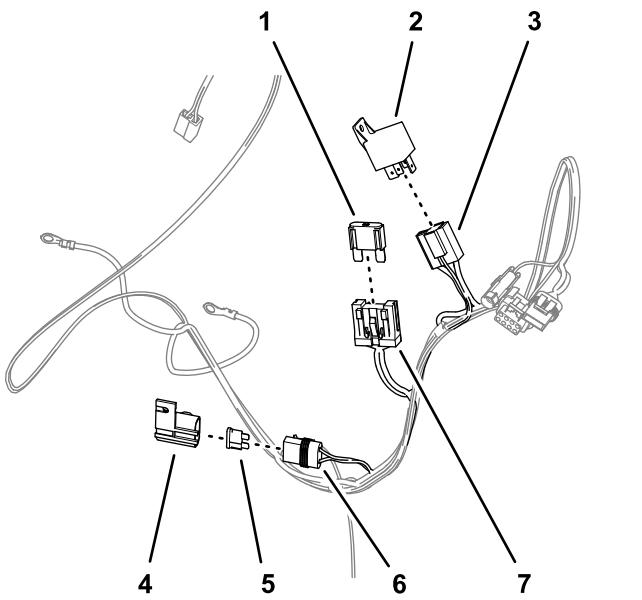

Figure 5
1. Insérez le maxifusible (60 A) dans le grand porte-fusibles à 2 emplacements du faisceau électrique (Figure 5).
2. Retirez le couvercle du petit porte-fusibles (Figure 5).
3. Insérez le fusible (10 A) dans le petit porte-fusibles et remettez le couvercle en place (Figure 5).
4. Insérez le solénoïde dans le connecteur à 4 douilles (Figure 5).